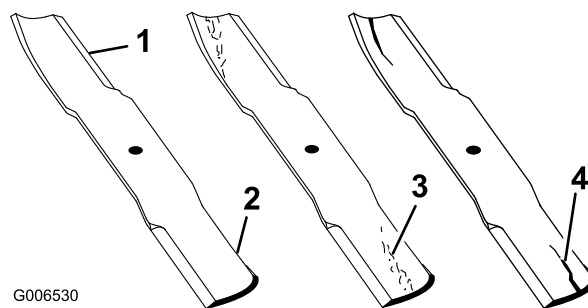

Figure 63
2. Examinez le tranchant des lames (Figure 63).
4. Inspectez les lames, surtout la partie relevée (Figure 63).
5. Remplacez immédiatement toute lame endommagée, usée ou qui présente une entaille (Figure 63).